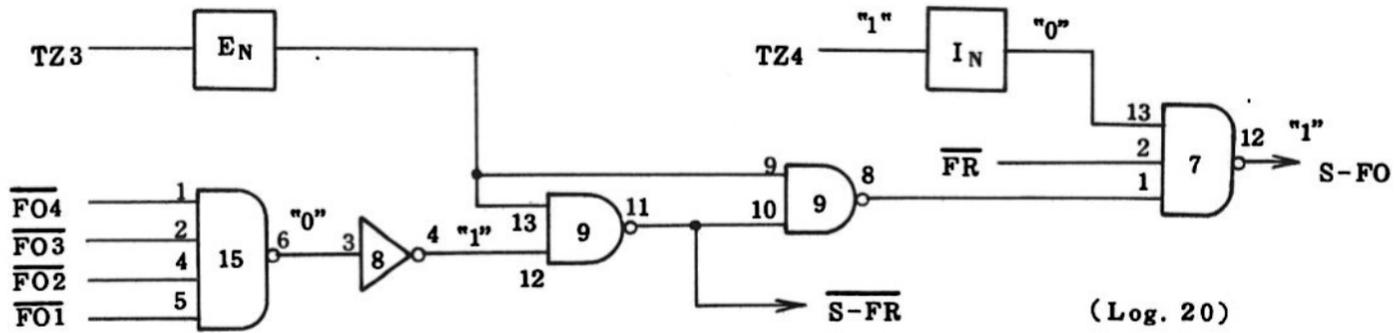

Fig. 6-29 S-FO-Schaltung
In Operation 1 ist 5,9 (5) P.C. Punkt 54 erfüllt, wenn die +Taste gedrückt wurde und TZ4 = "1" wird, dann ist S-FO (Fig. 6-29) = "1" und der FO-Zähler zählt 1.